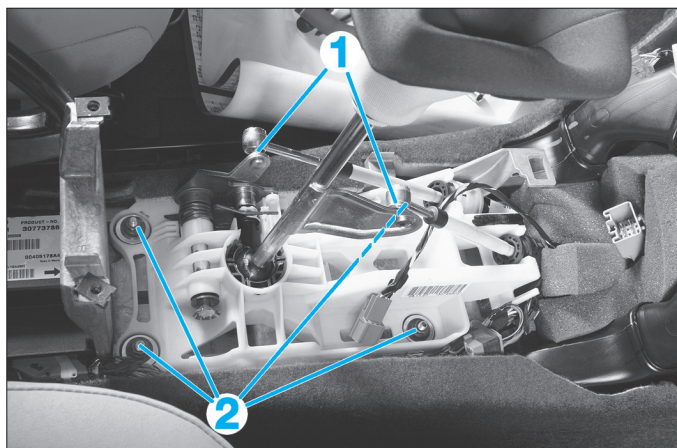

FIG. 9
- Désaccoupler à l'aide de l'outil [1] les câbles de sélection et de passage (1) (Fig.9) du levier.
- les 4 vis (2)
- Désaccoupler du boîtier de commande les câbles de sélection et de passage des vitesses (1) à l'aide de l'outil [2] (Fig.9).